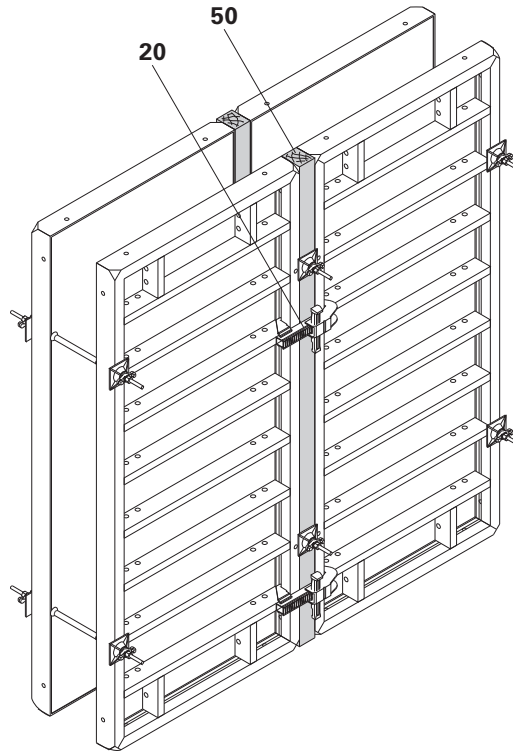

Fig. A12.01
La tôle de compensation est effectuée à l'aide d'un madrier coupé sur-mesure (50). (Fig. A12.01).
- Les pinces BFD (20) doivent être disposées comme pour un joint d'élément normal.